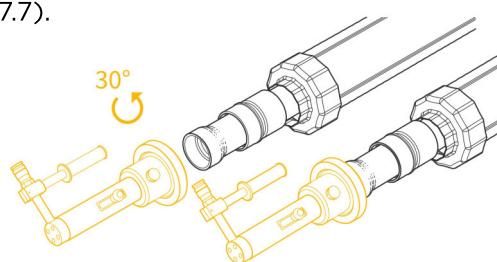

Рис. 5.7.7
5. Стравить давление в насосе. Повернуть гидроцилиндр с насадкой на 30° и повторить предыдущую операцию (рис. 5.7.7).